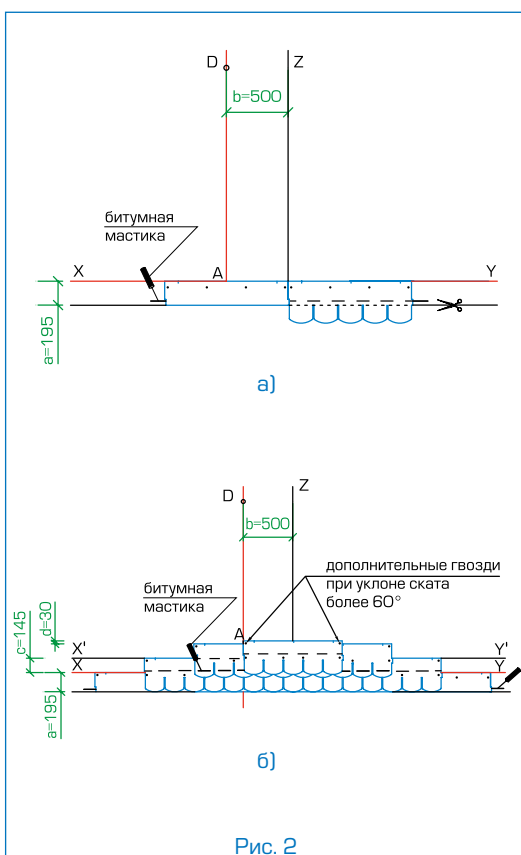

Рис. 2
Укладка материала (рис. 2)
- Начальный ряд формируется из листов черепицы АНТИК ПРАГА обрезанных по линии образованной конечными точками вырезов. Полученные таким образом полосы шириной 19,5 см укладываются по линии карниза в обе стороны от линии Z (рис. 2а) и фиксируются по нижнему краю битумной мастикой, а по верхней кромке 4 гвоздями (ось гвоздей на 5 см ниже верхнего края полосы);
- далее первый ряд черепицы укладывается от линии AD (рис. 2б);
- второй ряд укладывается от линии Z (со смещением 50 см от AD) (рис. 2б);